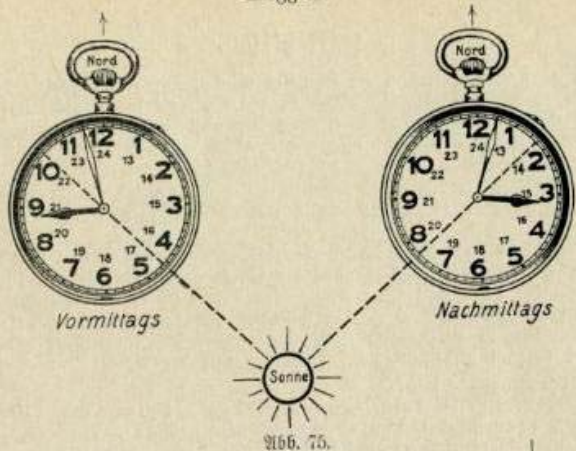

Abb. 75.
Mit Hilfe einer Taschenuhr wird die Bestimmung der Nordrichtung genauer. Man halbiert den Winkel, den der kleine Zeiger mit der Ziffer 12 (24) bildet und richtet die Verlängerung der Halbierungslinie auf die Sonne. Die Ziffer 12 (24) zeigt dann nach Norden (Abb. 75).